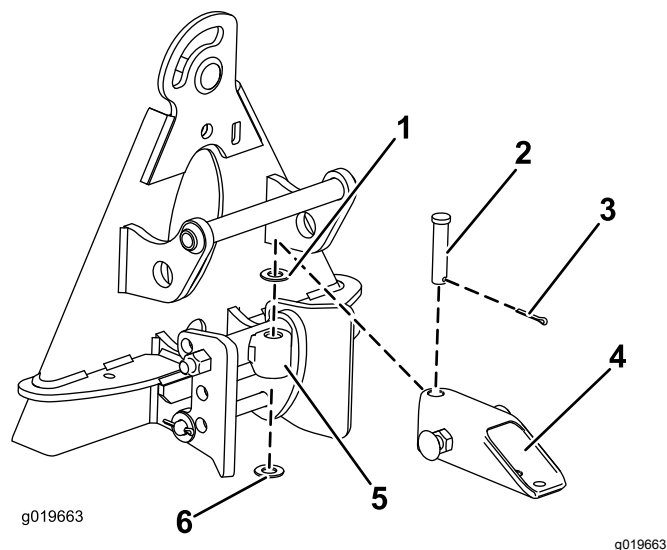

Рисунок 3
1. Прикрепите узел клиновидной трубы к узлу сцепного устройства посредством пальца с головкой и отверстием под шплинт, 2 шайб и шплинта, расположенных как показано на Рисунок 3.